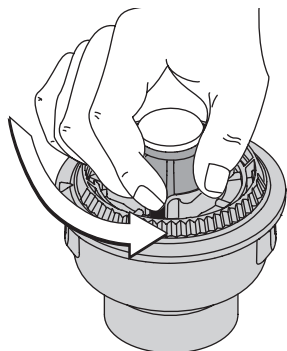

Fig. 23
1. Sostenga la bobina exterior y desenrosque la perilla percusiva en sentido antihorario (Fig. 23).